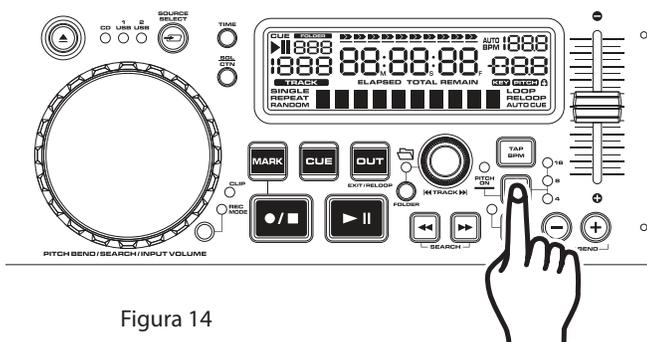

Figura 14
- Uso del selector de porcentaje del selector de pitch (11): Puede escoger un rango de operación de pitch en cualquier momento. Para cambiar el rango de operación, asegúrese de que la función de pitch está activada; vea la Figura 14. El porcentaje de pitch se puede cambiar entre +/-4%, +/-8%, +/-16% y 100%. Un 4% permitirá la mínima cantidad de manipulación del pitch, y un 100% permitirá la mayor cantidad de manipulación del pitch. PARA AJUSTAR LOS DIFERENTES VALORES, PULSE EL BOTÓN PITCH ON/OFF (11) Y TOQUE EL BOTÓN % (11) hasta alcanzar el valor deseado. El LED del % BOTÓN % (11) luce en rojo para un 4%, en amarillo para un 8% o en luce en ámbar para un 16% y lucen todos los LED para un 100%.